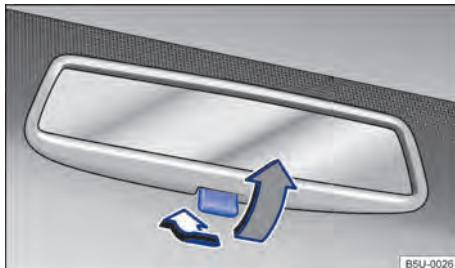

Fig. 67 No para-brisa: espelho retrovisor interno com antifuscante manual.
- Posição noite: puxar a alavancinha → Fig. 67 (seta cinza), para evitar o ofuscamento dos faróis dos veículos que trafegam atrás.